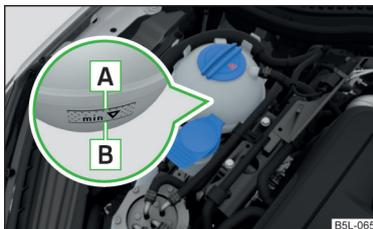

Fig. 162
Verificar el estado del líquido refrigerante - el líquido refrigerante tiene que estar entre las marcas **A** y **B** » fig. 162. Si el estado del líquido refrigerante está debajo de la marca **B**, rellenar el líquido refrigerante.
La **especificación** del líquido refrigerante se encuentra en el depósito de compensación del líquido refrigerante » fig. 162.
- No rellene el depósito de líquido refrigerante por encima de la marca » fig. 162. El líquido refrigerante puede ser presionado por el calentamiento del sistema de refrigeración - Existe el peligro de un daño de las partes del vano motor.